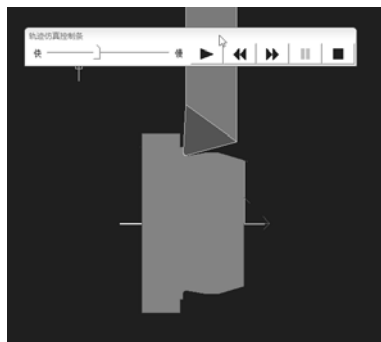

图 6-143 精车加工外圆轨迹仿真结果
(5) 轨迹仿真 轨迹仿真是对已有的加工轨迹进行加工过程模拟，以检查加工轨迹的正确性。选择下拉菜单“数控车”→“轨迹仿真”命令，或直接单击数控车工具栏中的“轨迹仿真”按钮，系统在“命令提示”栏中显示“拾取刀具轨迹”，然后单击立即菜单，在立即菜单选项中选择“动态”，并设定步长大于 0。单击已经生成的加工轨迹，轨迹变成红色表示被选中，然后单击右键结束选取，系统便弹出仿真控制条，按开始键开始仿真。仿真过程中可进行暂停、上一步、下一步、终止和速度调节操作，如图 6-143 所示。如果仿真结果不是很理想，可以通过修改参数来改变。